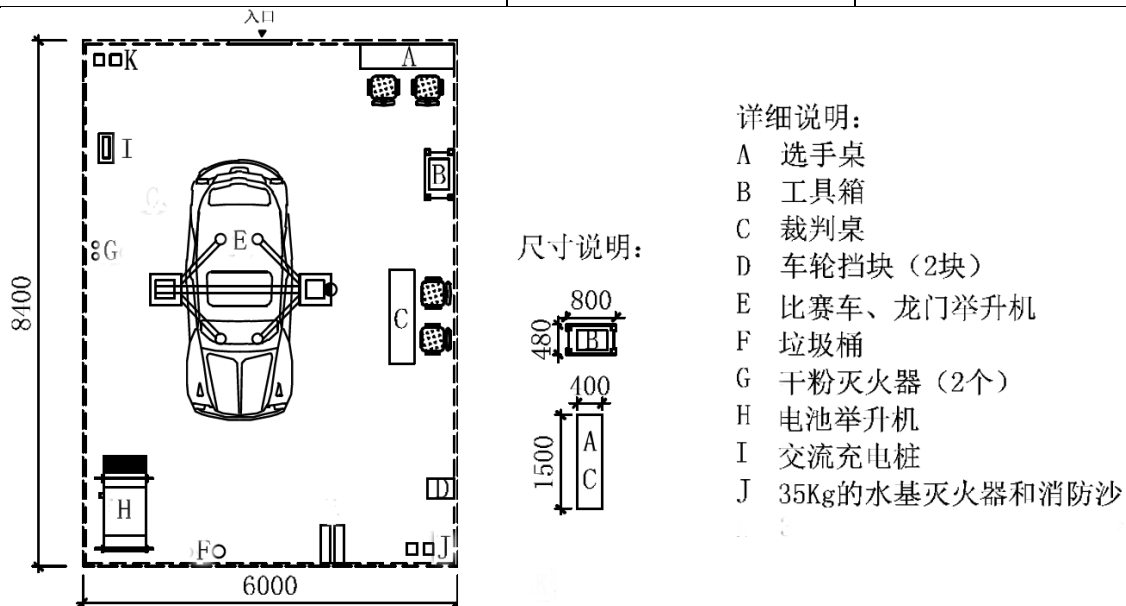

图 1 实操竞赛工位布置图
3. “动力电池组拆装与检测”和“纯电动汽车整车综合故障排除”共用竞赛场地，竞赛场地每个工位占地面积 50 m²，提供 220V 交流电，线路能承载功率 7kw、电流 32A 以上；竞赛场地净空高度不低于 4.2m，面积和比赛工位设置如表 2（比赛工位数根据最后报名参赛队数量调整），实操竞赛工位布置如图 1 和 2：